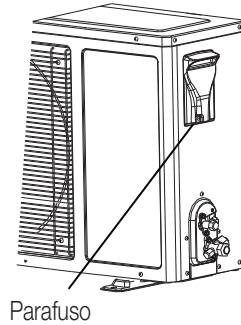

Fig. 13
- Desenrosque e desmonte a tampa do dispositivo eletrónico (Fig. 13).